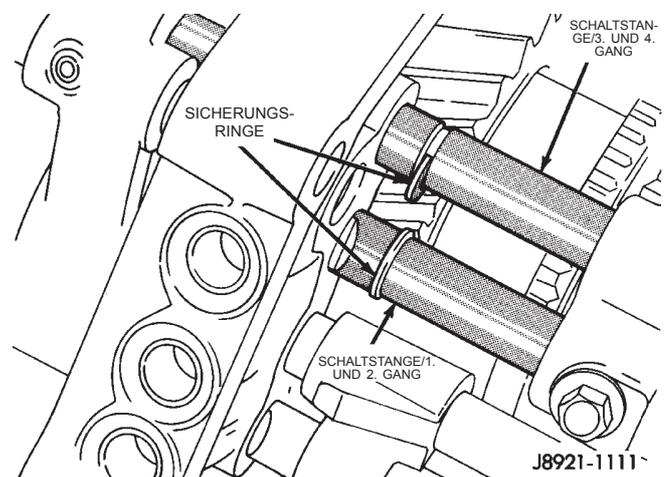

Abb. 91 Sicherungsringe der Schaltstangen einbauen
(20) Die Sicherungsringe der Schaltstangen für den ersten und zweiten Gang und für den dritten und vierten Gang anbringen (Abb. 91).